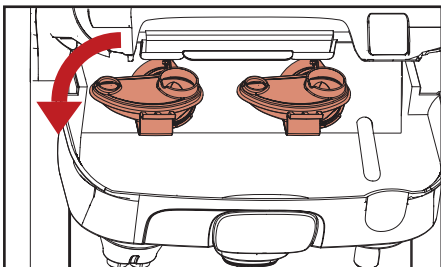

Bild 5.10 - Ta ut mixerskålar
- b. Roter mixerskålar motsols för att lossa och dra för att ta ut dem (bild 5.10).